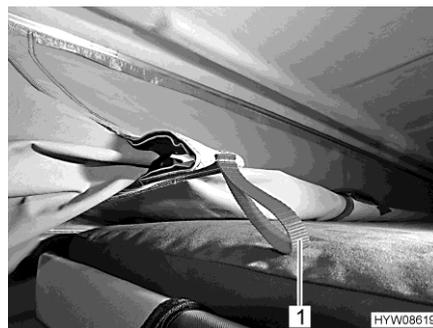

Bild 54 Einzugsvorrichtung
- Zeltstoff an den roten Laschen (Bild 54,1) der Einzugsvorrichtung nach innen ziehen.